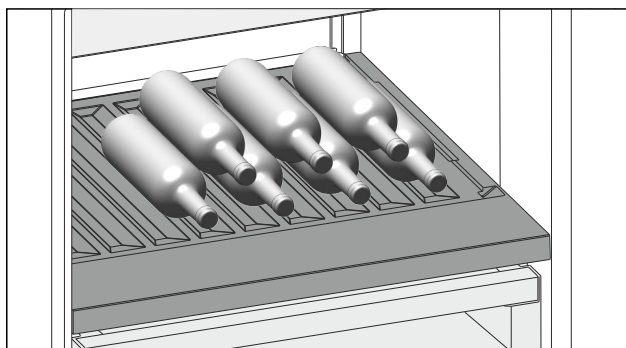

Fig. 134
- ▶ Placer les bouteilles avec le fond orienté vers la paroi arrière de l'appareil. (voir *Fig. 134*)